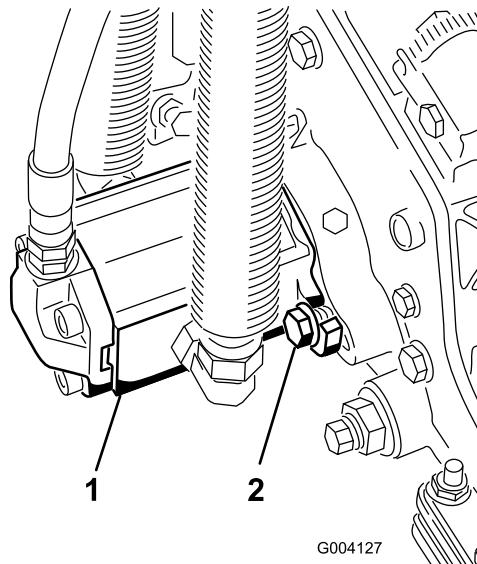

Bild 32
- Montieren Sie den Motor; drehen Sie ihn nach rechts, damit die Motorflansche nicht die Schrauben berühren (Bild 32).